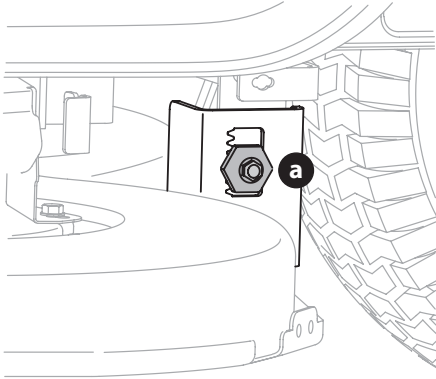

Figure 24
- Un boulon de réglage se trouve sous chaque aile arrière, près des roues (Figure 24).
- Desserrez le boulon (a) fixé au support gauche du plateau de coupe, sans le retirer (Figure 24).
- Serrez le boulon (a) du support gauche du plateau de coupe une fois l'ajustement désiré atteint (Figure 24).